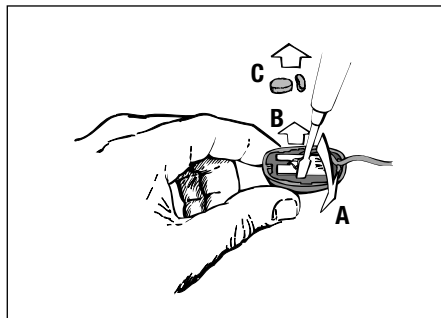

Abb. 9
2. Hebeln Sie die Printplatte mit aufgelöteter Wandlerkapsel wie in Abb. 9 gezeigt mit einem Schraubenzieher vorsichtig aus der Rastung. Entfernen Sie die Printplatte.